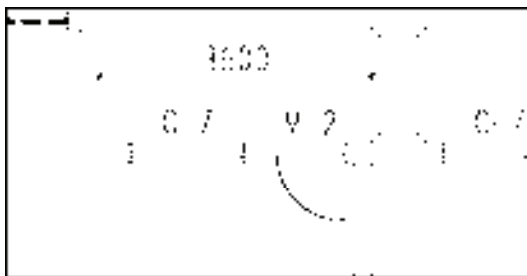

图 13-51 绘制花坛
- 4) 绘制花坛。调用“矩形”命令，绘制尺寸为 1500mm×700mm 矩形；调用“偏移”命令，设置偏移距离为 100mm，向内偏移矩形，结果如图 13-51 所示。